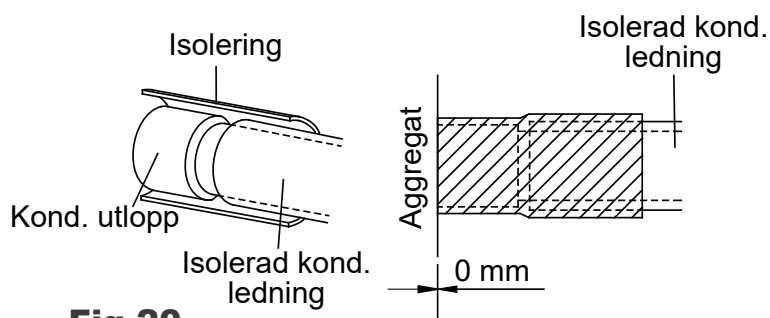

Fig.20
9. Isolera anslutningen på kondensutgången och ledningsanslutningen (Fig. 20).